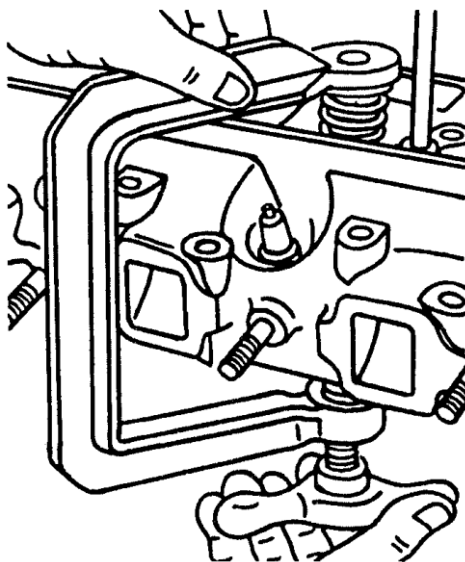

Рис.39. Снятие пружины клапана
30. С помощью съемника снять клапаны (рис.39) и уложить их на стеллажи согласно порядковым номерам. Съемник позволяет осуществлять снятие и установку пружин клапанов на головках цилиндров, как с присоединенными к ним выпускными коллекторами, так и без них. При снятии клапанов необходимо соблюдать осторожность, чтобы не повредить маслоотражательные колпачки. Для облегчения снятия тарелки клапана с сухарей рекомендуется после предварительной затяжки винта съемника слегка ударить рукояткой молотка по съемнику.